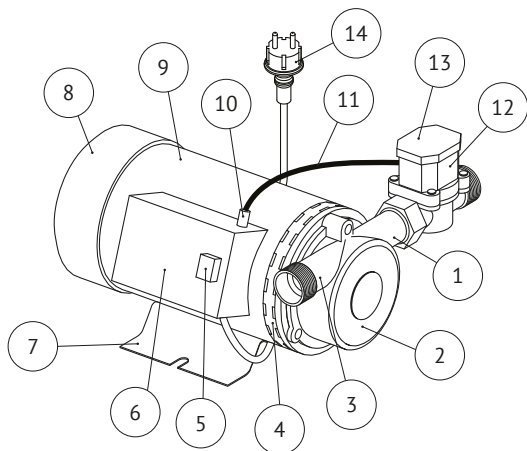
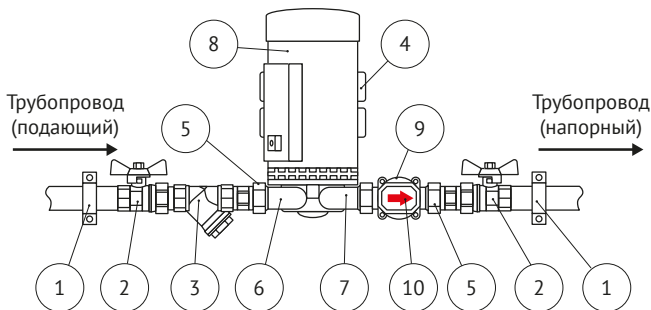

Рис. 2
Рис. 4
Общее устройство насосов серии WIP показано на рис. 2.
Типовая схема монтажа насоса на трубопроводе системы показана на рис. 4. Соединение насоса 8 с трубопроводом производится с помощью входящих в комплект соединительных элементов 5 (см. также Раздел 2 «Комплект поставки»). При монтаже соблюдайте направление движения перекачиваемой среды (вращения рабочего колеса), указанное стрелками на корпусе электродвигателя и защитной крышке датчика потока 10 (см. также рис. 2, поз. 13).
Для подключения датчика потока необходимо вставить штекер в разъём на корпусе пускового устройства (рис. 2, поз. 6, 10, 11, 12).
Перед включением вилки в розетку (рис. 2, поз. 14) проверьте напряжение в питающей электрической сети и контролируйте его в процессе дальнейшей эксплуатации насоса. Работа с пониженным напряжением ведёт к снижению напорно-расходных характеристик насоса и повышению рабочего (номинального) тока.
Насос может работать в двух режимах: ручном и автоматическом. Выбор режима работы осуществляется с помощью трёхпозиционного переключателя, расположенного на крышке пускового устройства (рис. 2, поз. 5).
1. Откройте запорную арматуру на входе и выходе насоса (рис. 4, поз. 2);
Также необходимо регулярно выполнять проверку и очистку фильтра грубой очистки (рис. 4, поз. 3). Интервал проверок